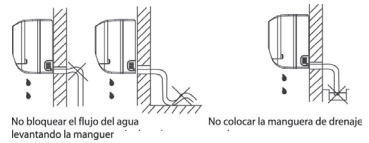

ilustración 34
3.1. Coloque la manguera de drenaje con pendiente hacia abajo. No instale la manguera de drenaje según lo ilustrado en la Ilustración 34.